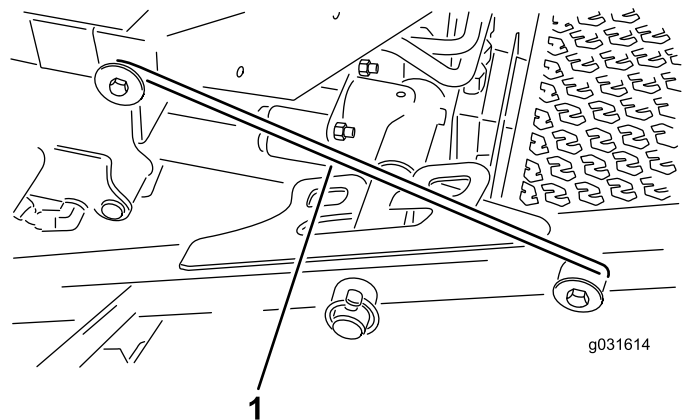

Figura 33
4. Desenganche la varilla de bloqueo del enganche del bastidor de tiro delantero (Figura 33).
5. Levante la parte exterior de las unidades de corte delanteras y coloque la varilla sobre el perno del bastidor montado en la parte delantera de la plataforma del operador (Figura 33).